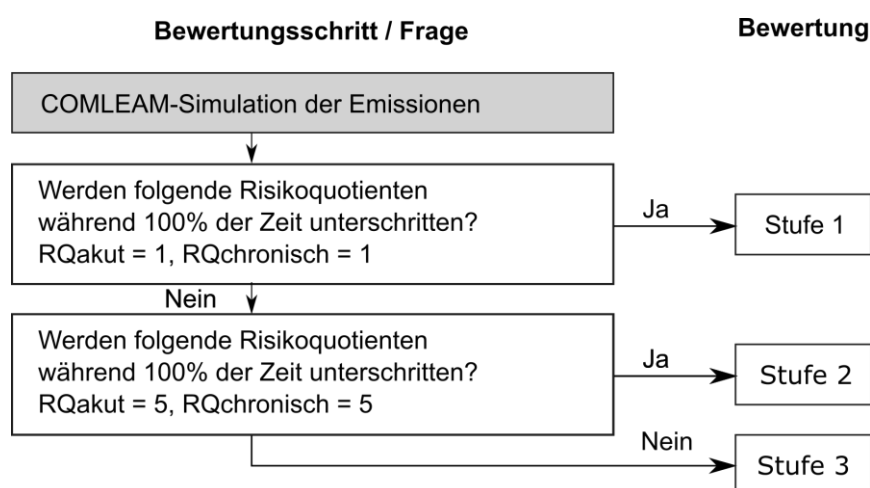

Abbildung 3: Bewertung der Emissionen
8. Die Bewertung der Nutzungsphase anhand der Risikoquotienten für chronische und akute Toxizität erfolgt gemäss folgendem Schema. Die Risikoquotienten bilden ein Verhältnis zwischen der Konzentration im Gewässer und anerkannten Beurteilungswerten (Abbildung 3).